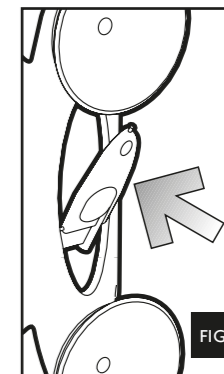

FIG. 5
- c. Enlever l'outillage spécial qui se trouve sur le support des ventouses (fig. 5) ou utiliser une tourne-vis.
- c. haal het hulpmiddel uit de houder (afb. 5) of neem een schroevendraaier
- c. Quite la herramienta especial que se encuentra sobre el soporte de las ventosas (fig. 5) o utilice un destornillador.